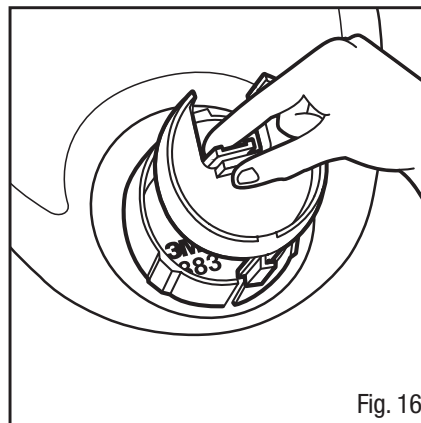

Fig. 16
2. Presser la languette de verrouillage située à l'arrière du déflecteur d'air 6881 3M, puis tirer pour le dégager de la base de l'orifice DIN 6883 (Fig. 16).
5. Aligner la patte située au bas du déflecteur d'air DIN 6881 avec la fente pratiquée au bas de la base de l'orifice DIN 6883 (Fig. 16). Faire glisser vers l'avant et appuyer sur le bouton central jusqu'à ce que la languette de verrouillage s'enclenche.